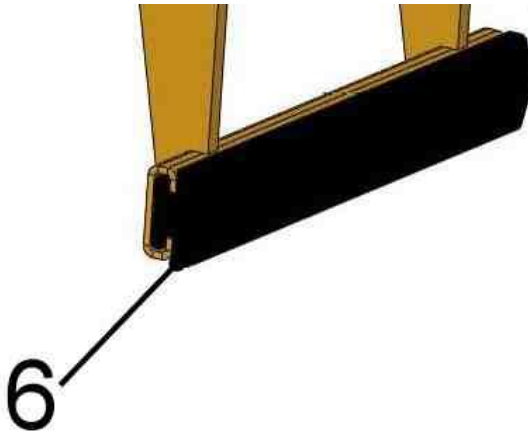
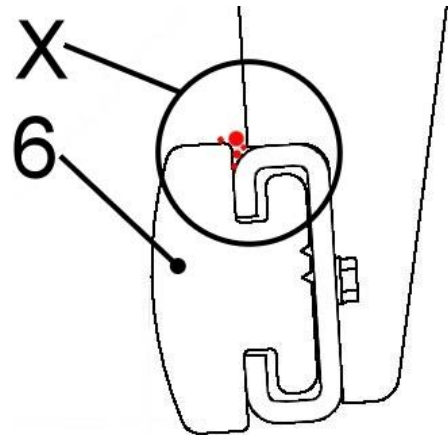

Abb. 1
Abb. 2
Regelmäßige Kontrolle auf **Schmutz** (z.B. kleine Steinpartikel) im oberen Bereich (siehe Punkte Bildausschnitt „X“ in Abb. 2) der Gummigreifbacken (6) → siehe Abb. 1 / Abb. 2.
**Problem:** Schmutz kann die Gummigreifbacken (6) beim Greifvorgang in diesem Bereich beschädigen (indem sich Steinpartikel in den Gummi drücken).
**Abhilfe:** Schmutz in diesem Bereich an Gummigreifbacken (6) entfernen, bzw. bei starker Verschmutzung Gummigreifbacken demontieren und reinigen.